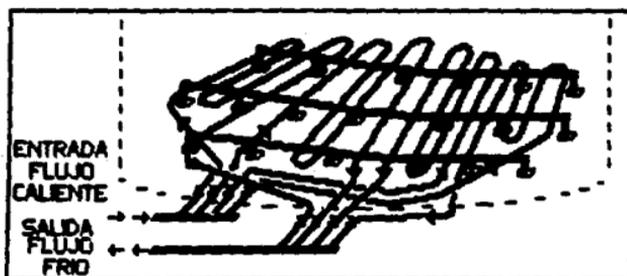

FIG. 1.2 SERPENTIN DE CALENTAMIENTO
- fig 1.2 serpentín de calentamiento